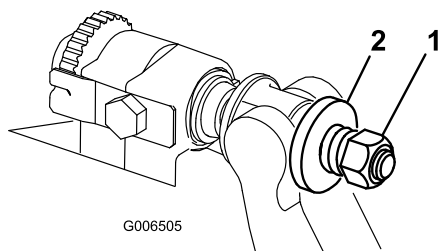

Bild 32
4. Ziehen Sie die Sicherungsmuttern gleichmäßig an jeder Seite an, bis Sie die äußeren Stahlscheiben nicht mehr mit der Hand drehen können. Lösen Sie dann die Sicherungsmuttern, bis Sie die äußeren Stahlscheiben gerade mit der Hand drehen können; das Ende des Unterwasserträgers darf jedoch kein Spiel haben (Bild 32).
10. Ziehen Sie die Mutter an jedem Unterwasserträger-einsteller an, bis die Druckfeder ganz zusammengedrückt ist, lösen Sie die Mutter dann um eine halbe Umdrehung (Bild 32).